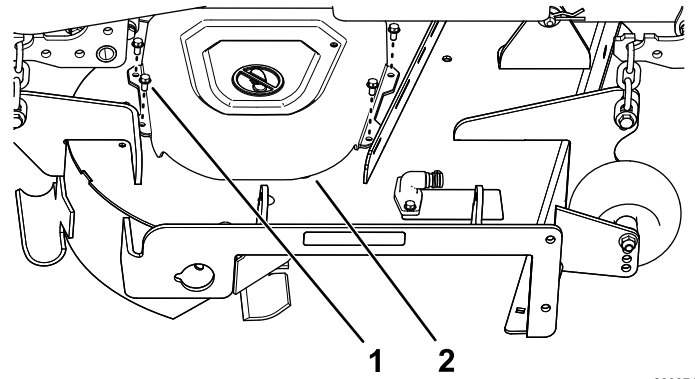

Figura 7
3. Retire los 4 tornillos ( $\frac{1}{4}'' \times \frac{1}{2}''$ ) que sujetan la cubierta derecha de la correa, y retire la cubierta de la correa (Figura 7).